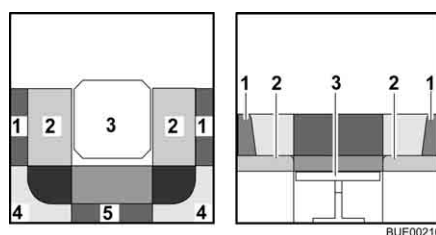

Fig. 73 Durante la trasformazione
- Rimuovere i cuscini dello schienale (Fig. 73,4 e 5) e riporli.
- Tirare i cuscini del divano (Fig. 73,2) verso il centro del tavolo.
- Posizionare i cuscini dello schienale (Fig. 73,1) tra i cuscini del divano e la parete esterna. Rispettare la forma cuneiforme.